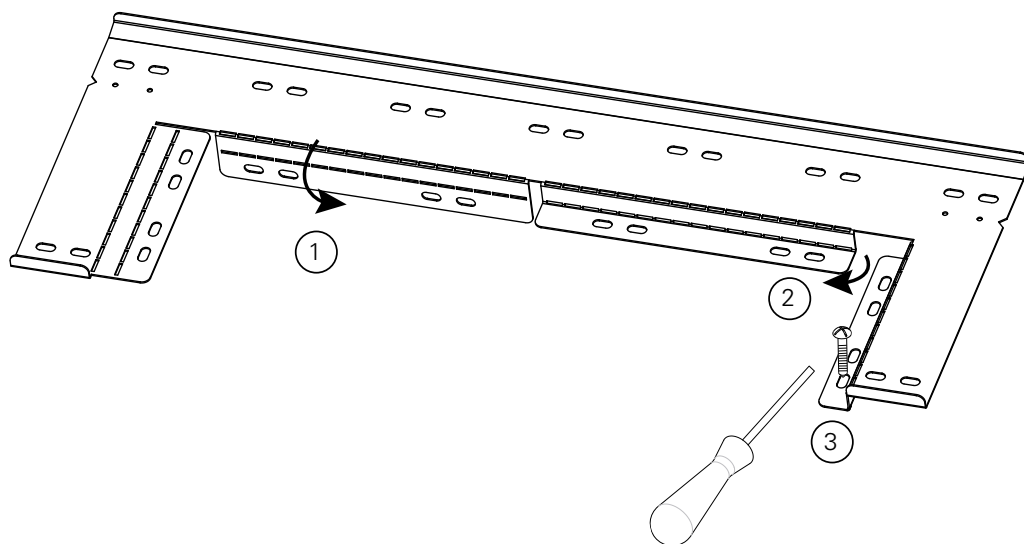

Fig. 6: Bending the wall bracket
1. Согните настенную скобу как показано на рис.6. Отверстия в отогнутой части используются для крепления скобы к стене.